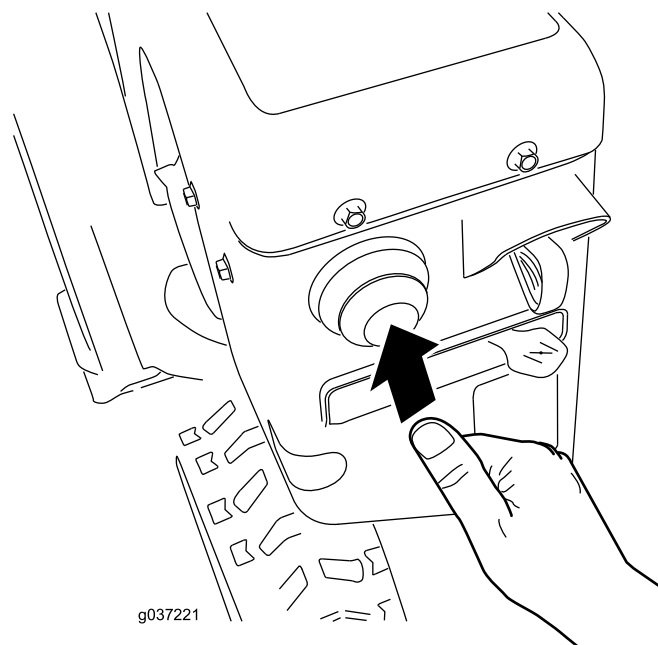

Figure 21
4. Appuyez fermement sur l'amorceur avec le pouce, comme indiqué dans le tableau ci-après, en marquant une pause d'une seconde avant de relâcher la pression (Figure 21).